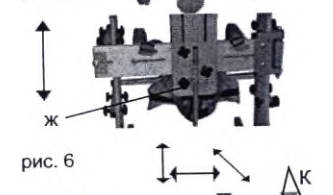

рис.6
5) Регулировка положения абдуктора (при его наличии) (рис.6)